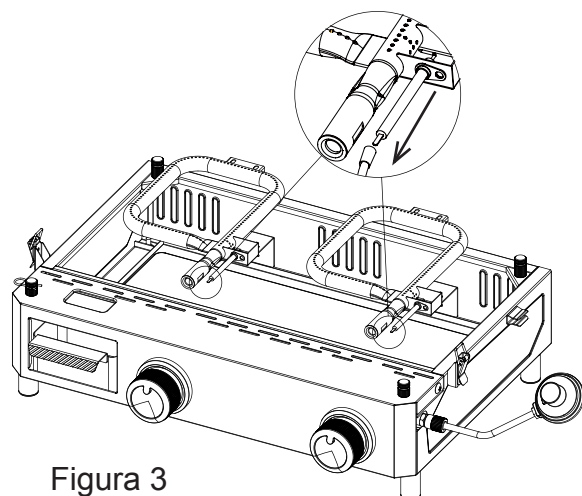

Figura 3
4. Desconecte los cables de encendido del electrodo como se ilustra en la figura 3 y deslice los quemadores sacándolos de la cámara de combustión